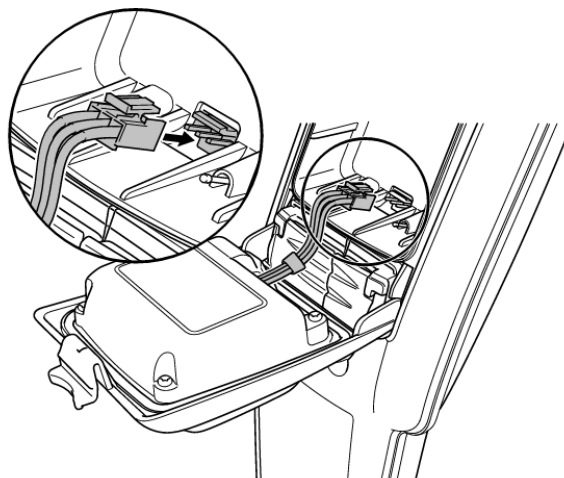

Figura 4.7 Conexión del cable de Li Ion
- 2 Si se utiliza una batería de Li-Ion desconecte el conector del cable (consulte la Figura 4.7)
Si se utilizan baterías de Li-Ion, conecte el cable en el conector de la batería (Figura 4.7).